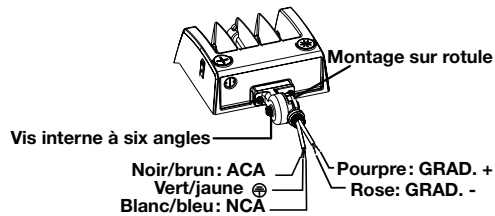
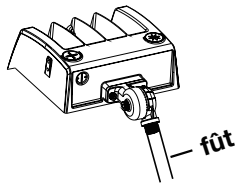

figure 1
figure 2
Étape 2 : terminez la connexion des fils selon le mode de raccordement approprié (portez attention au fil positif, au fil négatif et au fil de mise à la terre), (figure 1) ensuite insérez le fût dans le fût de la lampe (figure 2);